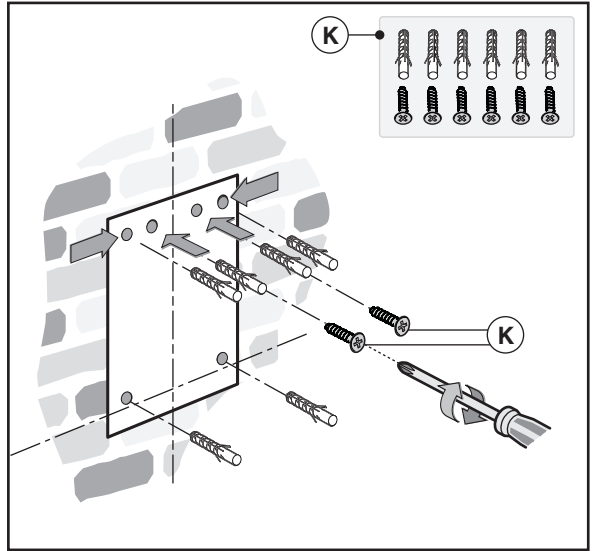

Fig.5
- Segnare ed eseguire i fori di fissaggio (Fig.5).
- Fissare le 2 viti superiori **K** senza avvitarle completamente e tasselli ad espansione (Fig.5).